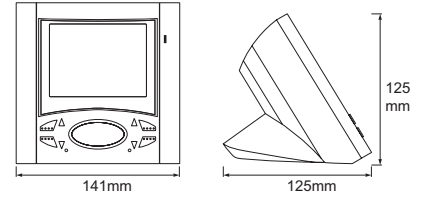

Fig. 5
- Inserire il videocitofono seguendo il senso delle frecce 1 e 2 (Fig. 5).
- Insert the monitor according to the 1 and 2 arrow direction (Fig. 5).
- Insérer le moniteur en suivant le sens des flèches 1 et 2 (Fig. 5).
- Das Videohaustelefon durch folgender Federrichtung 1 und 2 einstecken (Abb. 5).
- Insertar el videoteléfono siguiendo el sentido de las flechas 1 y 2 (Fig. 5).
- Inserir o videotelefone seguindo o sentido das setas 1 e 2 (Fig. 5).